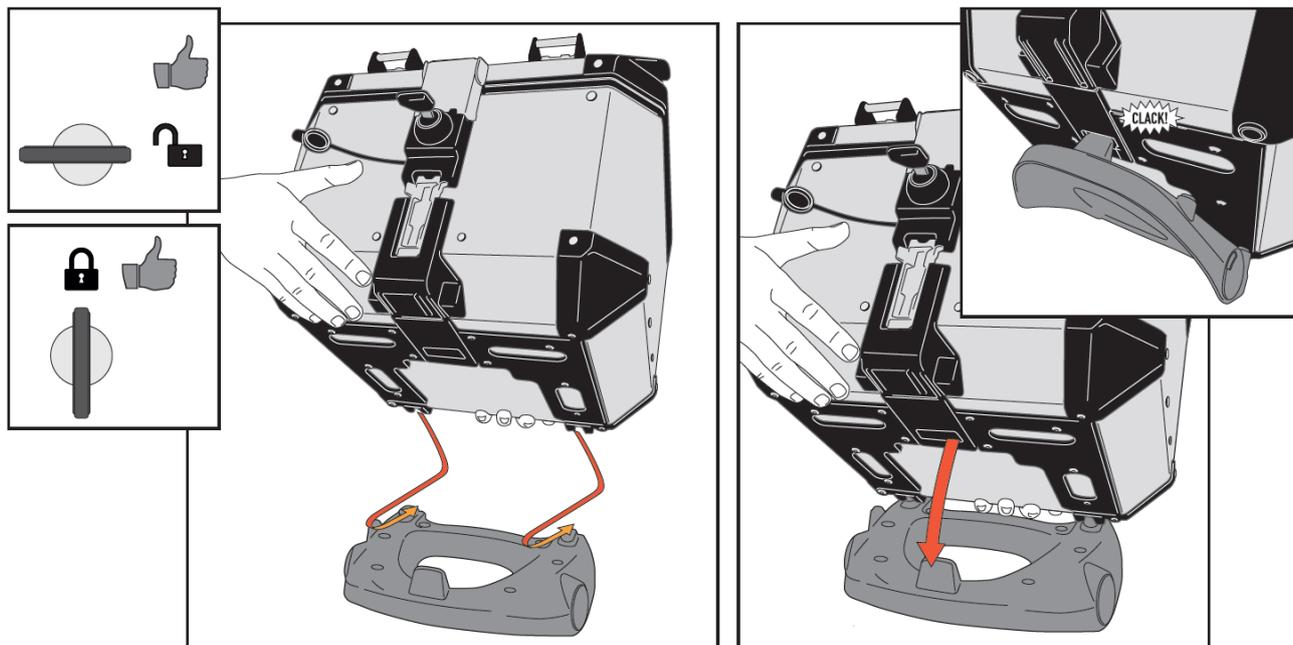

図 C1
- ①OBKN モノキートップケースを両手でしっかりと支え持ち、脱落させないように十分注意しながら、ベースプレート前側の凸部（2箇所）に①ケースを勘合させます。（図 C1 参照）
- 引き続き①ケースをしっかりと支え持ち、手順 1 で行った勘合が外れないよう十分注意しながらベースプレート後側のアタッチメントに①ケースの勘合部を押し当て、ベースプレートに①ケースを確実に取り付けます。（図 C1 参照）